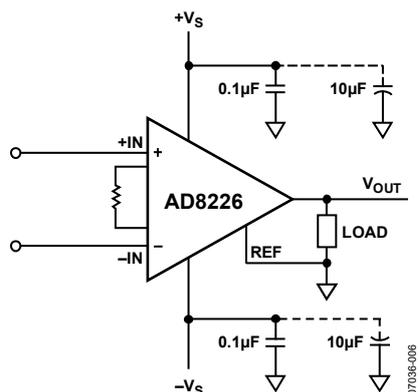

図 61. 電源デカップリング、REF ローカル・グラウンド基準の出力
0.1 μF のコンデンサを各電源ピンのできるだけ近くに配置する必要があります。図 61 に示すように、10 μF のタンタル・コンデンサをデバイスから離れたところに接続することができます。多くの場合、このコンデンサは他の高精度IC と共用することができます。